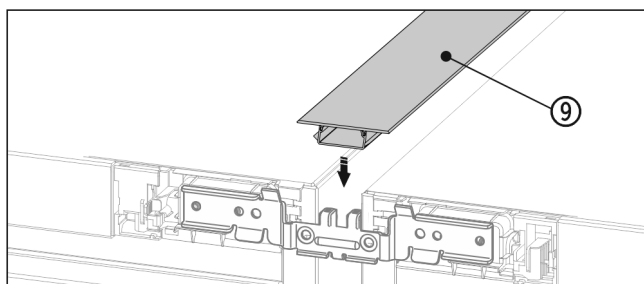

Fig. 21
- ▶ Na horní straně zatlačte krátkou krycí lištu Fig. 21 (9) do horizontální spáry.